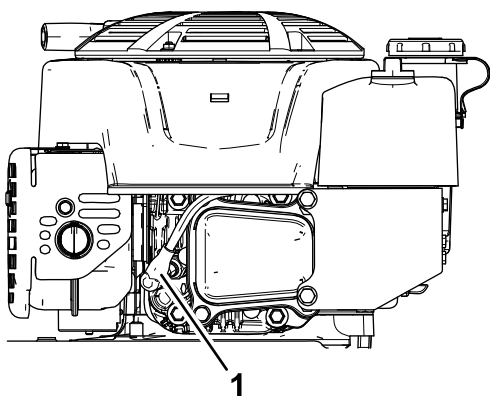

Рисунок 28
2. Отсоедините провод от свечи зажигания (Рисунок 28).